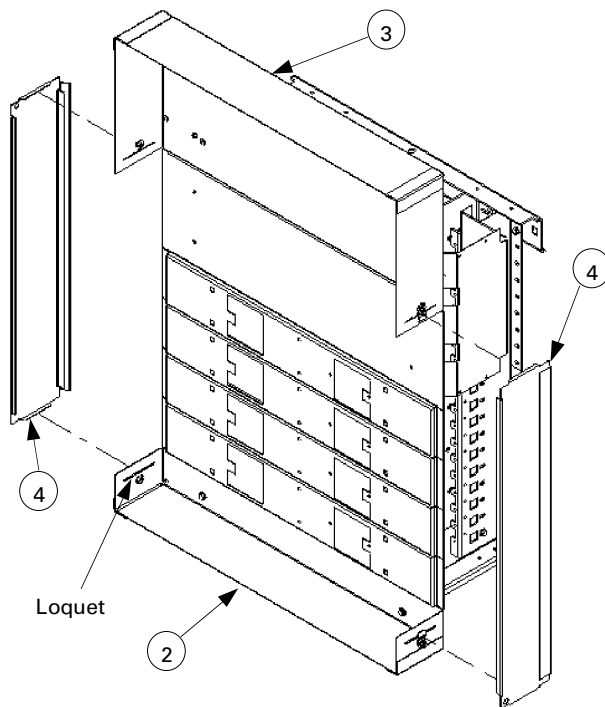

Figure 8. Installation des panneaux latéraux du devant isolé aux extrémités ligne et charge.
3. Tourner les loquets sur les extrémités de l'extrémité de la ligne du devant isolé [3] et de l'extrémité de la charge [2] de manière à ce que les ouvertures des encoches soient dégagées. Aligner les rebords [4] sur l'extrémité du devant isolé des panneaux latéraux, comme montré à la Figure 8. Tourner les loquets un quart de tour pour fixer les panneaux d'extrémité. La Figure montre l'assemblage complété du devant isolé.